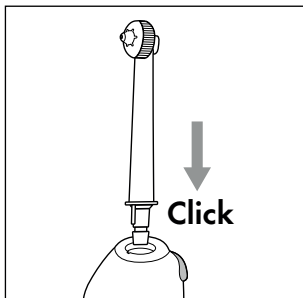

Fig. 2
- ◆ Coloque el cabezal **2** sobre la pieza manual **5**. Presione el cabezal **2** para que se introduzca en el orificio hasta que el cabezal **2** encastre audiblemente en la pieza manual **5**. Para ello, asegúrese de que el saliente del extremo inferior del cabezal **2** y el alojamiento correspondiente de la pieza manual **5** estén bien posicionados (consulte la fig. 2).